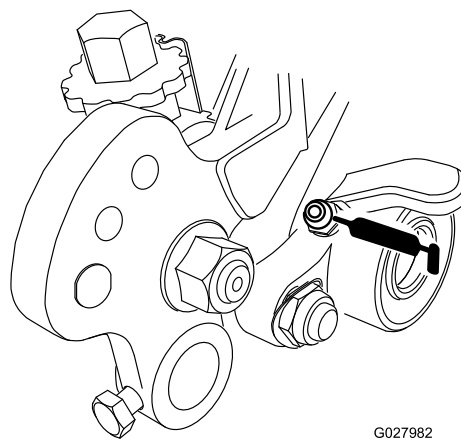
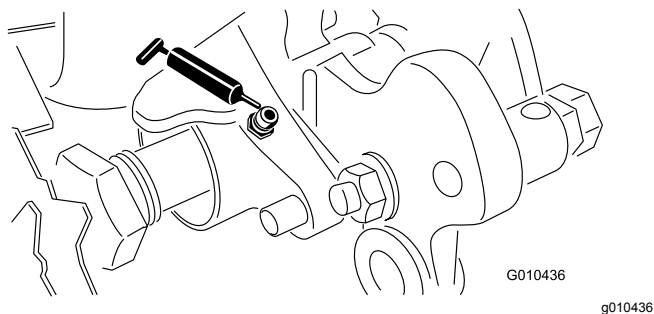

Figura 19
Figura 20
39. Lubrique los cojinetes del groomer (Figura 19 y Figura 20) cada semana o después de cada 10 horas de uso, antes de cualquier periodo prolongado de inutilización, e inmediatamente después de cada lavado. Bombee grasa en cada punto de engrase hasta que aparezca grasa en el eje del groomer. Elimine el exceso de grasa de las juntas y del eje.